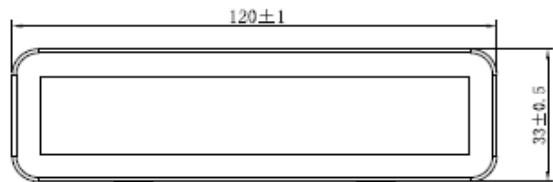
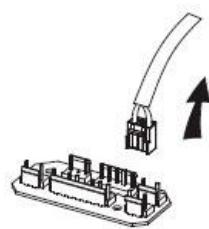

Рис. 1
Рис. 2
- Найдите распределительную коробку, открутите винты на крышке распределительной коробки, затем снимите крышку (если имеется прижимная пластина, которая прижимала провод, то сначала необходимо демонтировать прижимную пластину). Смотрите рис. 1 ниже. Найдите клемму соединительного провода лампы и выньте ее. Смотрите рис. 2 ниже.